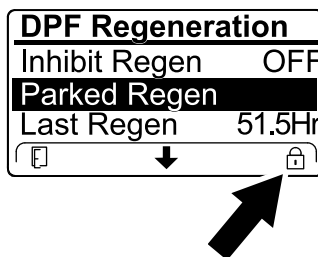

Figure 87
- Si le calculateur moteur demande une régénération d'urgence ou est en train d'en exécuter une, et que vous naviguez jusqu'à l'option PARKED REGEN, la régénération en stationnement se bloque et l'icône de blocage (Figure 87) apparaît en bas à droite de l'InfoCenter.